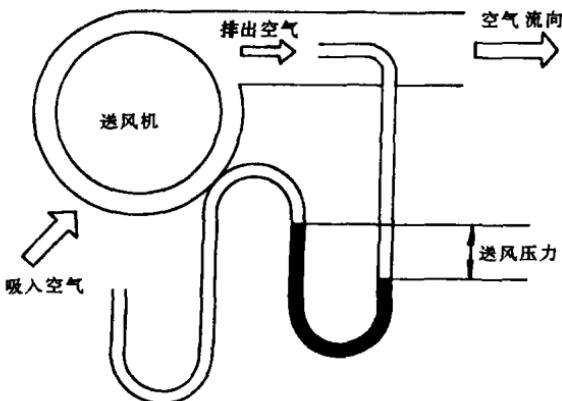

图 1-4 送风机的能力
(4) 送风压力。在制冷技术中,通常使用风扇或鼓风机将空气加压,使之通过蒸发器、散热器或热交换器。一般以送风机人口和出口之间的压力差来表示其送风能力,如图 1-4 所示。